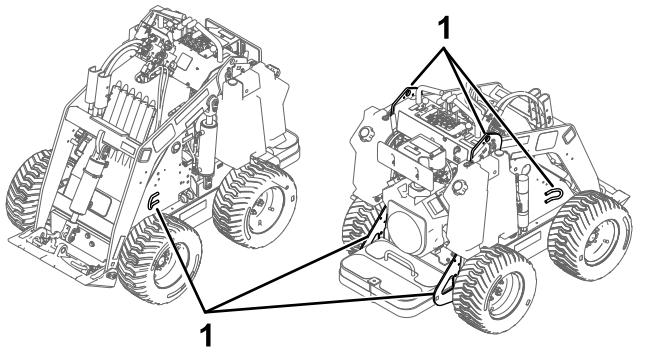

Рисунок 14
8. Используя металлические скобы для фиксации на машине, надежно прикрепите машину к прицепу или грузовику с помощью стропов, цепей, троса или веревок (Рисунок 14). Изучите местные нормативные документы по требованиям к креплению оборудования.
Вы можете поднять машину, используя в качестве такелажных точек скобы для фиксации/подъема; см. Рисунок 14.